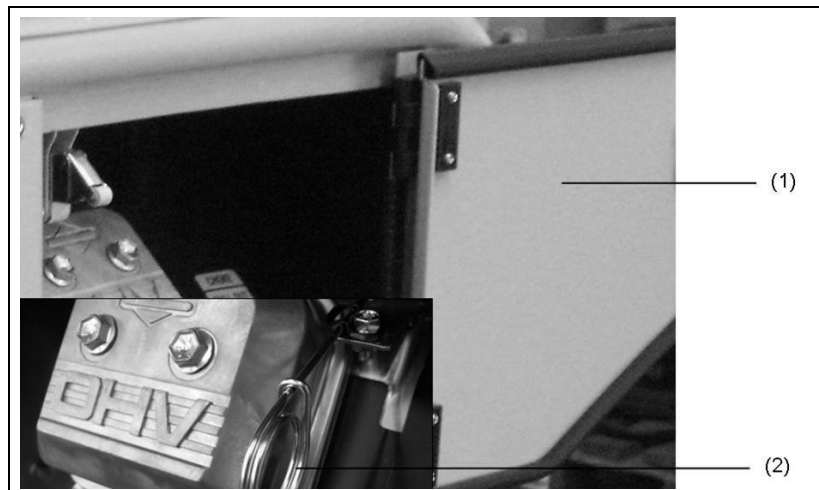

Fig. 4-1: Tirare la leva dell'aria manuale
1. Aprire il lato del portello (vedere Fig. 4-1-(2)).
2. Tirare la leva manuale (Fig. 4-1-(2)) (totalmente con il motore a freddo, in parte col motore caldo) e tenerla.
4. Rimettere la leva dell'aria (Fig. 4-1-(1)) nella sua posizione di partenza.
1. Aprire il lato del portello (Fig. 4-1-(1)).